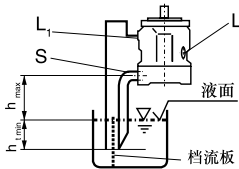

图 2
b) 如果油箱的最低液面低于泵的安装法兰面则“L1”和“S”口的接管见图2。
在安装前泵水平卧置并灌满油液。油箱上的安装见图2。